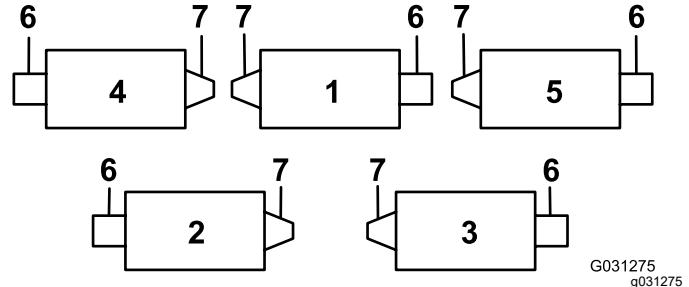

Figure 12
**Important:** Sur les unités de coupe n° 4 (avant gauche) et n° 5 (avant droit), utilisez les écrous de fixation du support de tige pour monter les guides de flexible devant les pattes de l'unité de coupe. Les guides de flexible doivent être inclinés vers l'unité de coupe centrale (Figure 12 à Figure 14).
- Augmentez la direction des unités de coupe arrière en retirant les 2 entretoises de pivot, les vis à tête creuse et les contre-écrous à embase (Figure 15) des bâts porteur des unités de coupe arrière (n° 2 et n° 3) ; voir Figure 12.